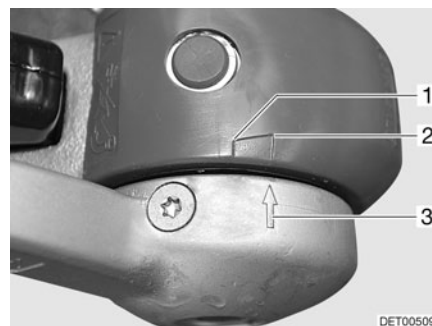

Fig. 172 Garnitures de friction
- Si la flèche se trouvant sur le disque de pression (Fig. 172,3) se trouve devant ou touche la zone témoin (Fig. 172,2), les garnitures de friction sont encore à l'état neuf.
- Si la flèche du disque de pression se trouve dans la zone témoin (Fig. 172,1 à 2), les coupelles de friction sont légèrement usées.
- Si la flèche du disque de pression se trouve à la fin de la zone témoin (Fig. 172,1) ou la dépasse, les coupelles de friction sont usées.